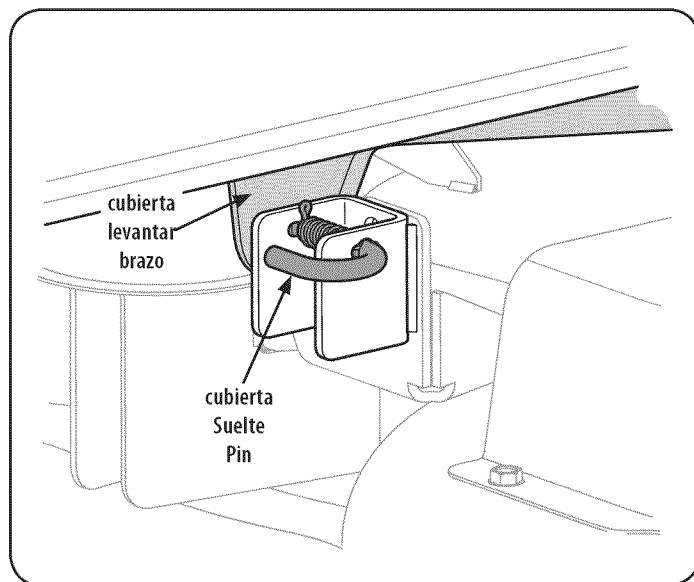

Figura 32
7. Busque la LH y RH clavijas de liberación de la cubierta en cada lado de la cubierta. Tire de los pasadores de liberación hacia fuera y libere la cubierta de la LH y RH brazos de elevación de la plataforma. Ver Figura 32.
4. Tire de los pasadores de liberación de la cubierta hacia el exterior y la maniobra de la cubierta según sea necesario para alinear los orificios de los brazos de elevación de la cubierta con los bolos. Consulte la Figura 32 .